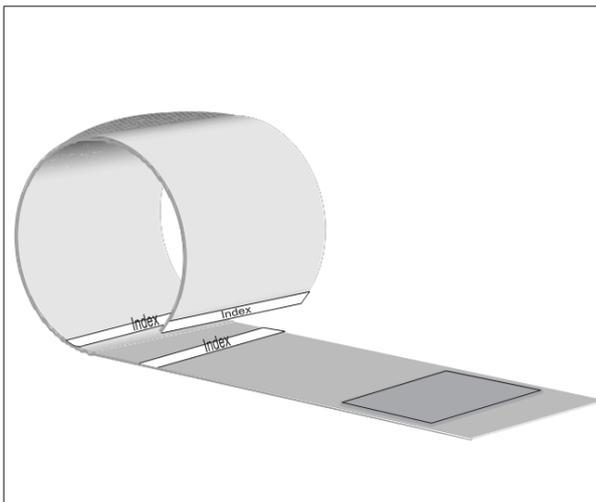

Bild 4-2 Anlegen der Manschette
- sich beim Schließen die gestrichelte, weiße Linie am Manschettenende innerhalb der beiden gestrichelten Linien mit dem Symbol **Index** befindet (andernfalls andere Manschettengröße wählen, Bild 4-2),